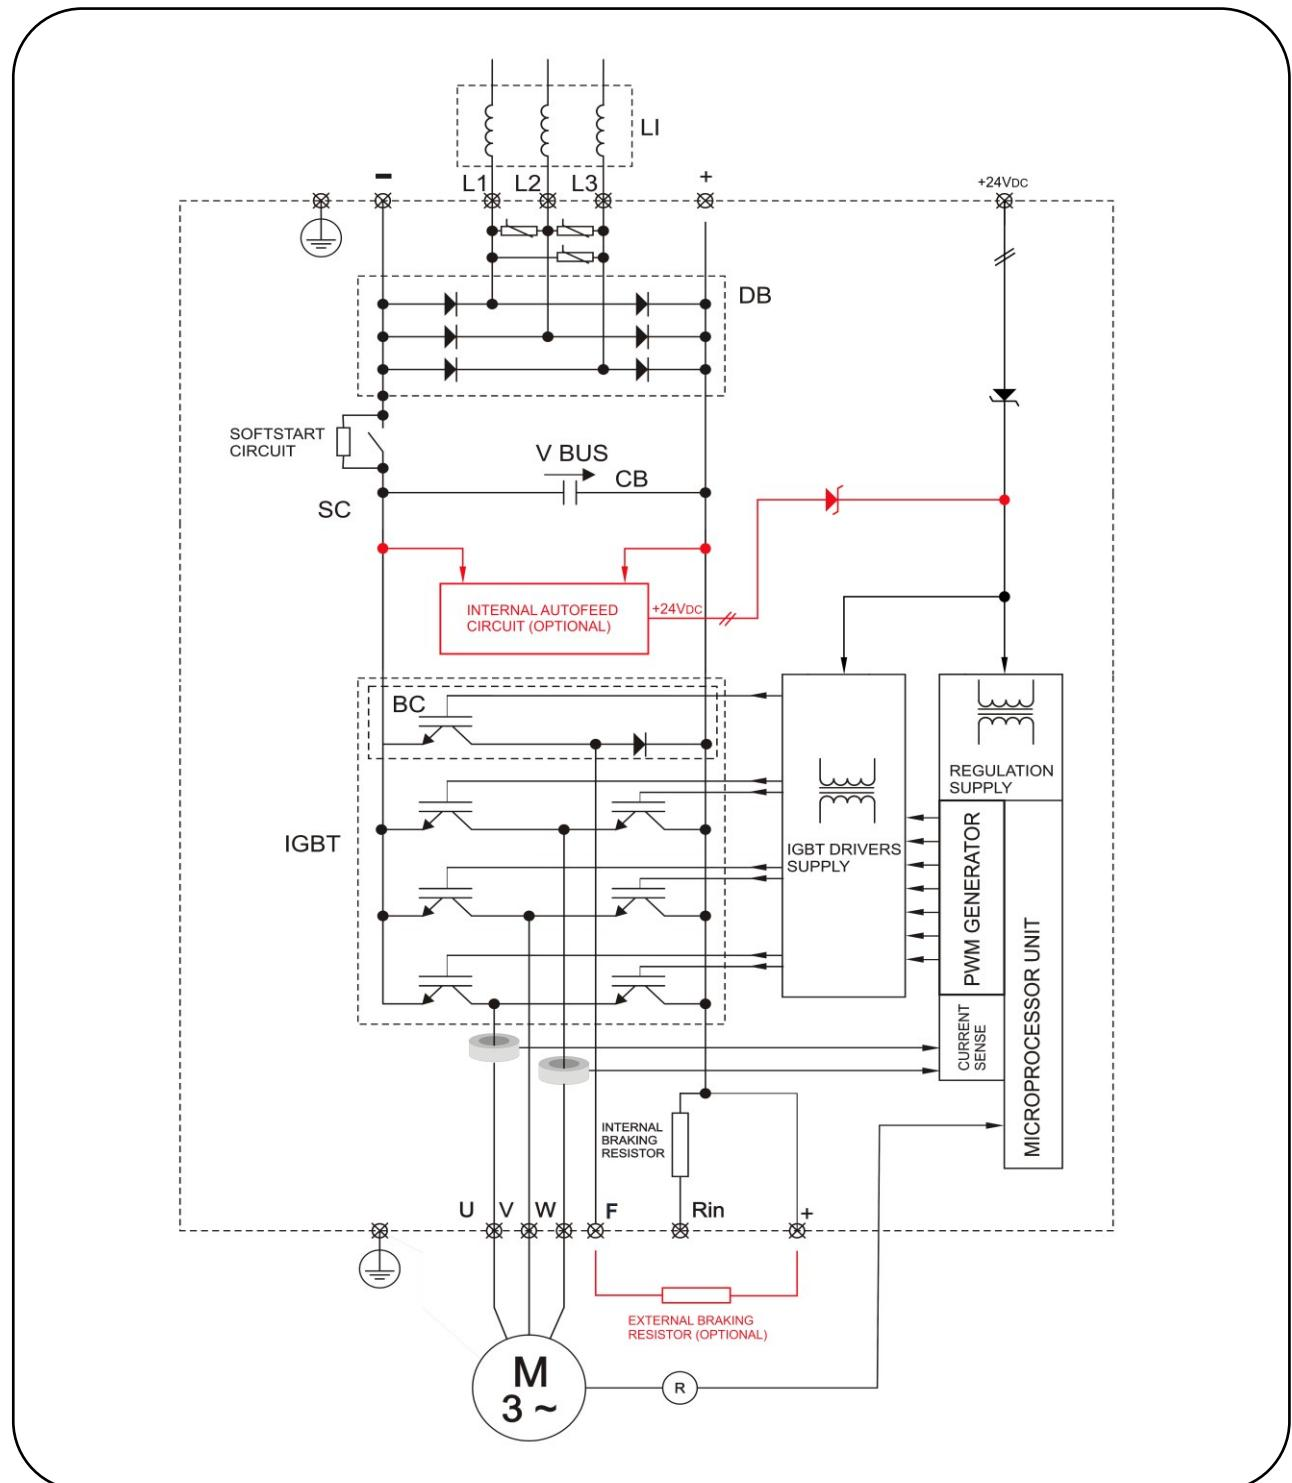

FIG. 18- Sessione di potenza / Power stage
La tensione di rete applicata ai morsetti **L1, L2, L3** (v. FIG. 18) viene raddrizzata dal ponte a diodi **DB** e filtrata dalla batteria di condensatori **CB**. La tensione continua **VBUS** viene quindi modulata da sei **IGBT** pilotati dalla scheda Driver gestita dal microprocessore. **U,V,W** sono le fasi motore (tensione **PWM**).
The mains voltage applied to terminals **L1, L2, L3** (s. FIG. 18) is rectified by the rectifier bridge **DB** and is filtered by capacitor bank **CB**. **VBUS** continuous voltage is modulated by six **IGBTs** that are piloted by the microprocessor controlled Driver card. **U,V,W** are the motor phases (**PWM** voltage).
**PER TUTTE LE TAGLIE IL +VCC E LO 0VCC, PER IL COLLEGAMENTO DI INGRESSO IN DC BUS, SONO L'USCITA DEL PONTE A DIODI (FIG. 18).**
**FOR ALL SIZES +VCC AND 0VCC, FOR DC BUS CONNECTION, ARE THE OUTPUT OF DIODE BRIDGE (FIG. 18).**
Il circuito **SC** (Soft start Circuit v. FIG. 18) serve a limitare in fase di inserzione la corrente di carica dei condensatori **CB** (FIG. 18).
The **SC** Circuit (Soft start Circuit s. FIG. 18) is used to limit the capacitors charge current **CB** (FIG. 18) during the power up phase.
Il motore va collegato ai morsetti contrassegnati **U, V, W** (FIG. 18) con il cavo di terra collegato alla vite **PE** (FIG. 18). Il collegamento deve essere fatto con cavi di sezione adeguata (v. TAB.12, TAB.13, TAB.14).
The motor must be connected to terminals **U, V, W** (FIG. 18) with the ground cable connected to the **PE** stud (FIG. 18). Always use cables of appropriate size (see TAB.12, TAB.13, TAB.14).
Il circuito BC (v. FIG. 18) serve a convertire l'energia cinetica accumulata dal carico meccanico in calore, mediante l'utilizzo di una resistenza di frenatura interna o esterna (OPZIONALE) (FIG. 18).
The BC (braking circuit) (s. FIG. 18) is used to convert the kinetics energy of mechanical load into heat by means of an internal or external (optional) braking resistor(FIG. 18).